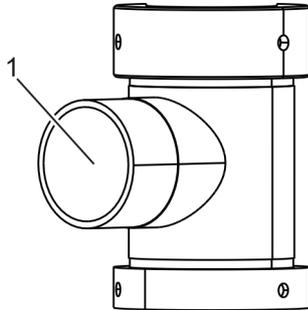

Abb. 52: Medienanschluss
1. ➤ Medienzuleitung vom Medienanschluss (Abb. 52/1) trennen.